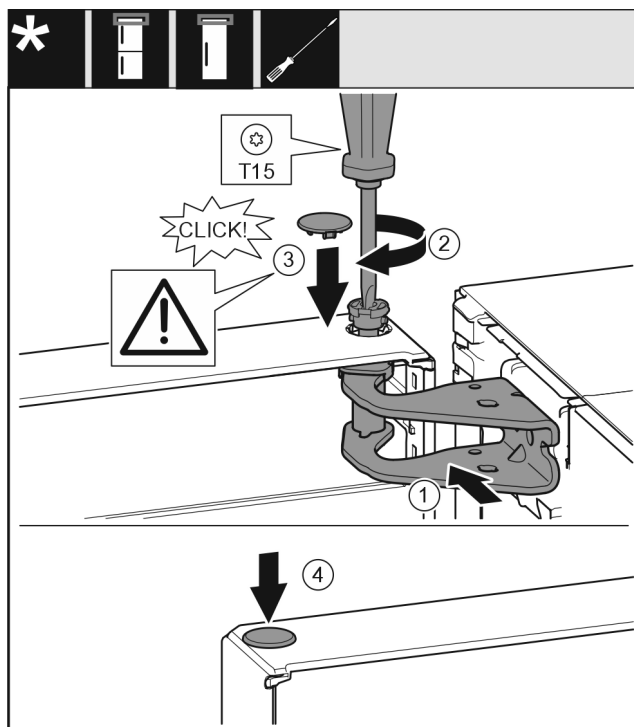

Fig. 53
- ▶ Aliniați ușa sus spre deschizătură în suportul de lagăr Fig. 53 (1).
- ▶ Introduceți bolțul Fig. 53 (2) și înșurubați-l ferm cu șurubelnița.
- ▶ Montați capacul Fig. 53 (3).
- ▶ Controlați să fie capacul Fig. 53 (3) așezat pe ușă.
- ▶ Montați capacul Fig. 53 (4).